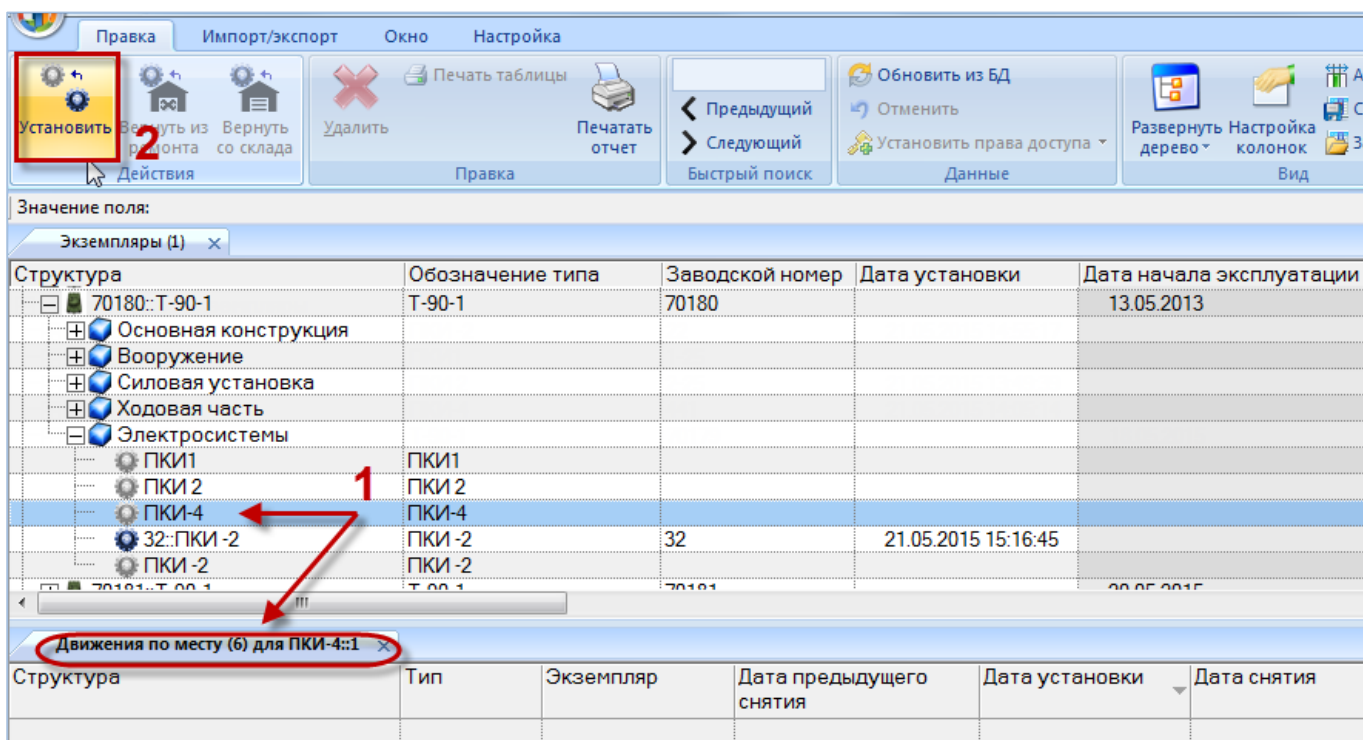

Рис. 23-13 – Установка экземпляра ПКИ в вышестоящую сборку
4) Выбрать открывшееся окно связанных объектов «Движения по месту» и нажать кнопку «Установить» панели «Действия» (1 и 2 на рис. 23-13).